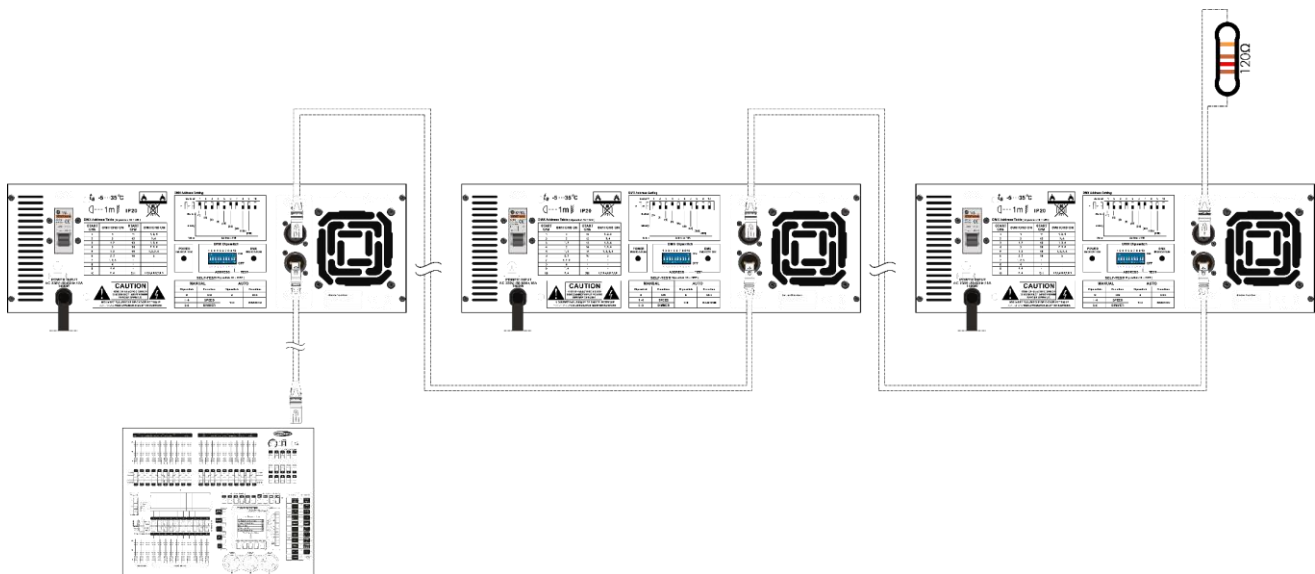

Fig. 08
- 04) Conecte las unidades entre ellas como se indica en la Fig. 08. Conecte un cable de señal DMX que vaya desde el conector DMX OUT(salida) de la primera unidad al conector DMX IN (entrada) de la segunda unidad. Repita este proceso para interconectar las unidades segunda y tercera.